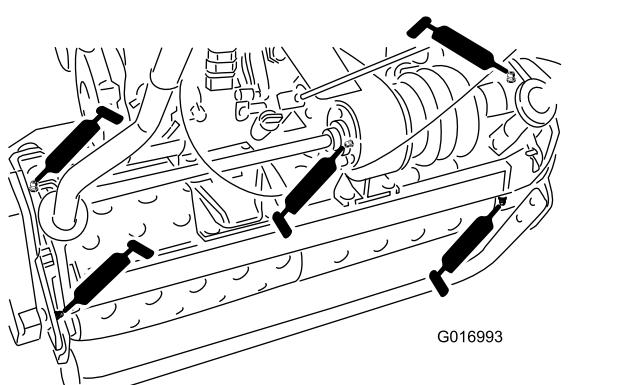

Рисунок 25
- Две на осях барабанов (Рисунок 25)
- Три на дифференциале Рисунок 25